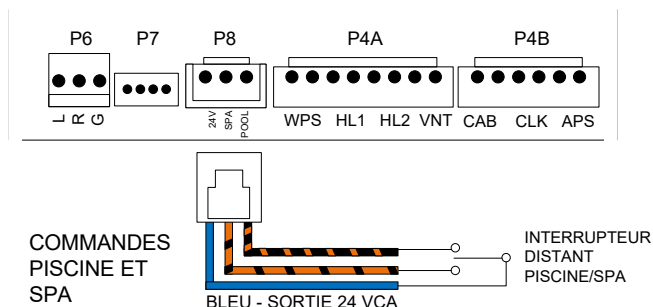

Figure 57. Harnais de câble 3 fils pour thermostat externe
5. Depuis le harnais de câble à 3 fils pour thermostat externe, connectez le fil BLEU d'un côté de l'interrupteur "REMOTE" et connectez l'autre côté de l'interrupteur au fil ORANGE/NOIR dans le cas d'un SPA ou au fil NOIR/ORANGE pour une piscine, voir **Figure 57**.
7. Connectez le harnais de câble 3 fils pour thermostat externe au connecteur P8 et mettez l'appareil à ON, voir **Figure 57**.
4. Depuis le harnais de câble à 3 fils pour thermostat externe, connectez le fil BLEU d'un côté du thermostat et l'autre côté au fil ORANGE/NOIR dans le cas d'un SPA ou au fil NOIR/ORANGE pour une PISCINE, voir **Figure 57**.
5. Connectez le harnais de câble 3 fils pour thermostat externe au connecteur P8 et mettez l'appareil à ON, voir **Figure 57**.